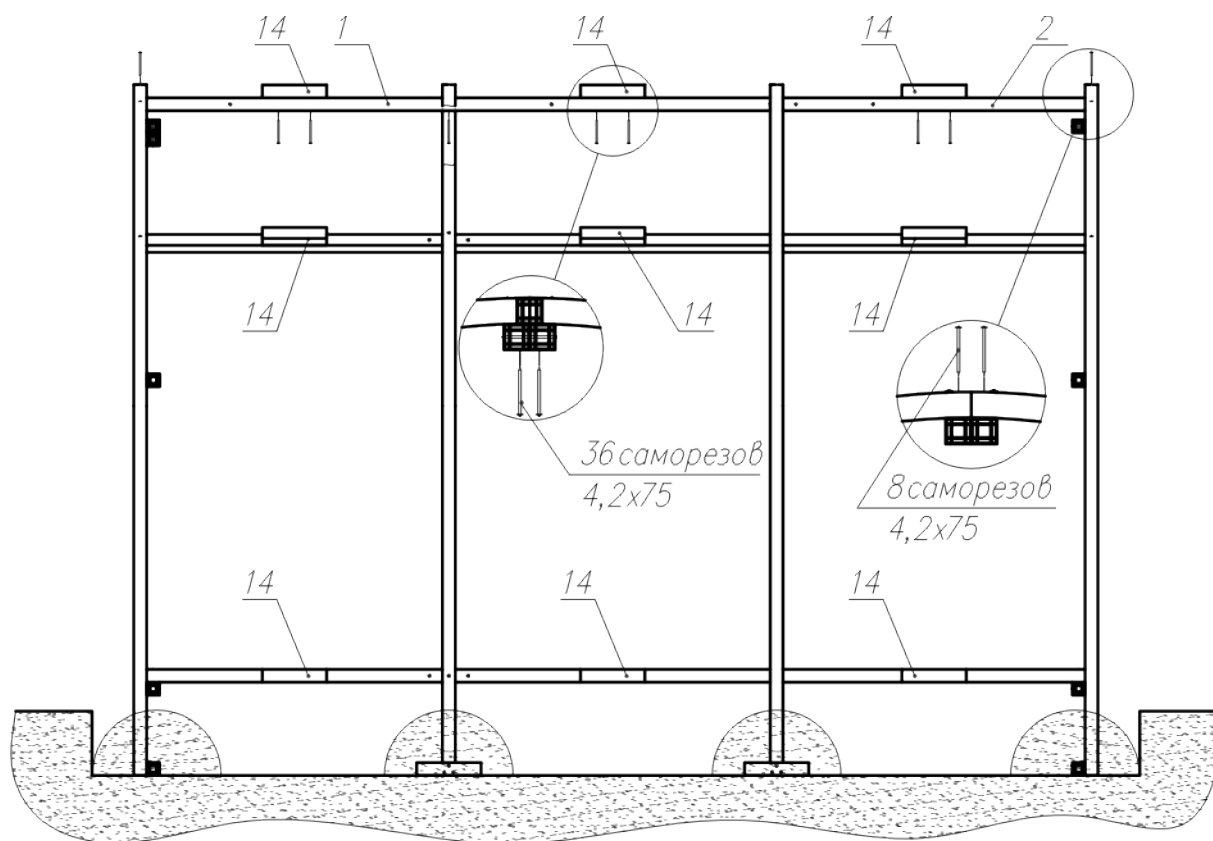

Рис. 27
4.10.11. Установите верхний соединитель дуг согласно (рис.27).
4.10.12. Установите элементы добора 14 на соединители дуг (рис.27).